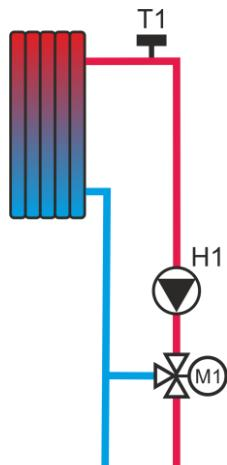
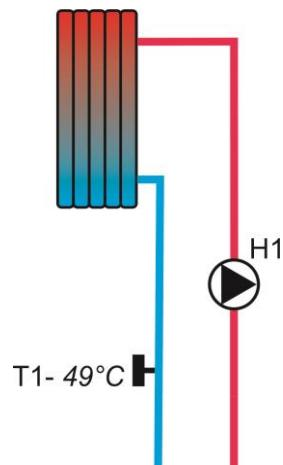

Рисунок 11
Рисунок 12
Если в вашей схеме имеются контура отопления, управляемые только насосами (см. Рисунок 12) и их подключение выполнено согласно схеме, приведенной на Рисунке 19, то в данном случае насосы контуров можно протестировать в меню тестирования 3-х ходовых клапанов (см. п 7.2). Требуемый насос должен включиться, если нажать соответствующую ему кнопку **Клапан контура ... Открыть**.
Настройки контура отопления зависят его конфигурации. Контур отопления может содержать смесительный клапан (M) и насос (H) см. Рисунок 11, или только насос (H) см. Рисунок 12.
Если контур отопления управляет только насосом и 3-х ходовой клапан отсутствует (см. Рисунок 12), поставьте значение **ХОД, С** – максимальное значение!
Если контур отопления управляет только насосом и 3-х ходовой клапан отсутствует (см. Рисунок 12), поставьте значение Задержка – 0!
Если температура в контуре поддерживается только с помощью насоса (см. Рисунок 12), то дифференциал будет только в плюс!
Если контур ГВС управляет только насосом и 3-х ходовой клапан отсутствует (см. Рисунок 12), поставьте значение ХОД, С – 000.
Если контур ГВС управляет только насосом и 3-х ходовой клапан отсутствует (см. Рисунок 12), задайте значение **ЗАДЕРЖКА, С – 0**.